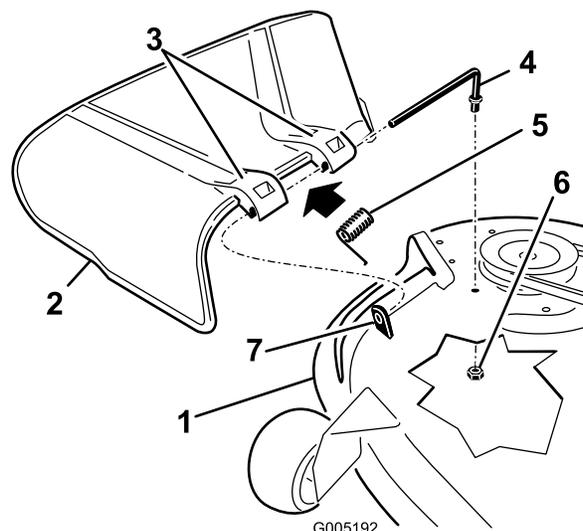

Figure 56
1. Repérez les éléments illustrés (Figure 56).
2. Retirez l'écrou (3/8 pouce) de la tige, sous le tablier de coupe (Figure 56).
3. Sortez la tige de la courte cheville de positionnement, du ressort et du déflecteur d'herbe (Figure 56). Enlevez le déflecteur s'il est endommagé ou usé.
4. Remettez en place le déflecteur d'herbe (Figure 56)
6. Placez le ressort sur la tige, les fils d'extrémité dirigés vers le bas, entre les supports du déflecteur d'herbe. Insérez la tige dans le deuxième support du déflecteur d'herbe (Figure 56).
7. Insérez la tige à l'avant du déflecteur dans la courte cheville de positionnement sur le plateau. Fixez l'extrémité arrière de la tige dans le tablier de coupe à l'aide d'un écrou (3/8 pouce) (Figure 56).